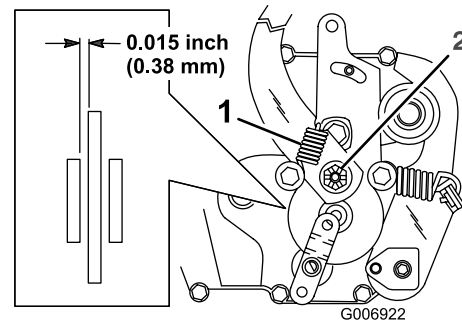

Figure 30
Le frein de stationnement se trouve du côté droit de l'essieu arrière, à l'intérieur du pneu arrière (Figure 30). Si le frein de stationnement ne reste pas serré correctement, réglez-le
2. Déposez le ressort du bras de frein (Figure 30).
3. Enlevez la goupille fendue qui retient l'écrou de réglage du frein et desserrez légèrement l'écrou (Figure 30).
4. Insérez une jauge d'épaisseur de 0,38 mm entre le disque de frein et la rondelle de frein (Figure 30).